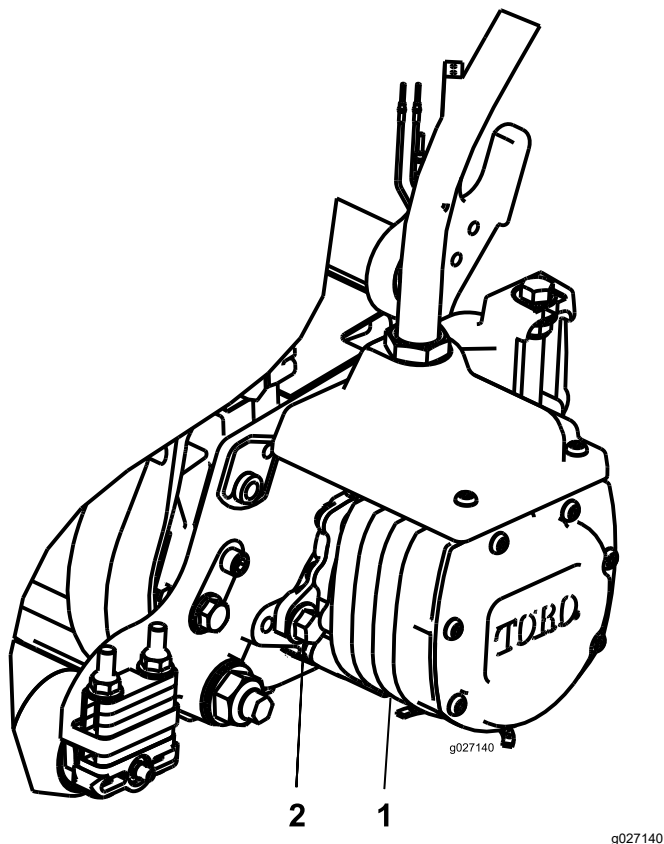

Figura 11
14. Montate il motore ruotato in senso orario in modo che le flange del motore non tocchino i bulloni (Figura 11).